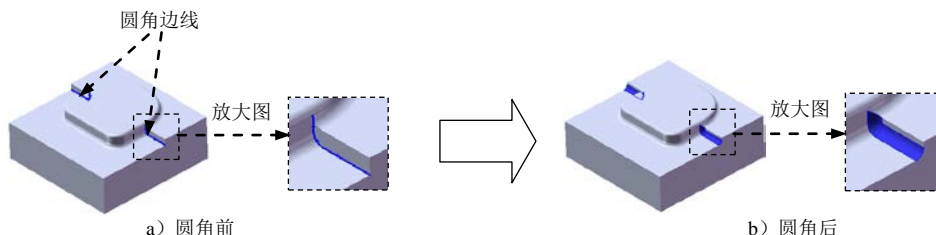

图 14.2.11 圆角 3
Step7. 创建图 14.2.11 所示的圆角 3。
(1) 选择命令。选择下拉菜单 **插入(I)** → **特征(F)** → **圆角(U)...** 命令 (或单击 按钮), 系统弹出“圆角”对话框。
(2) 定义圆角类型。采用系统默认的圆角类型。